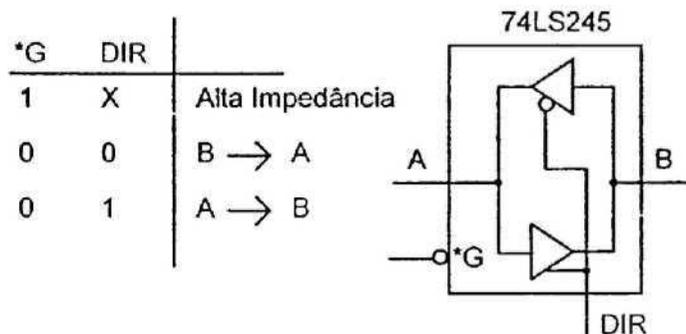
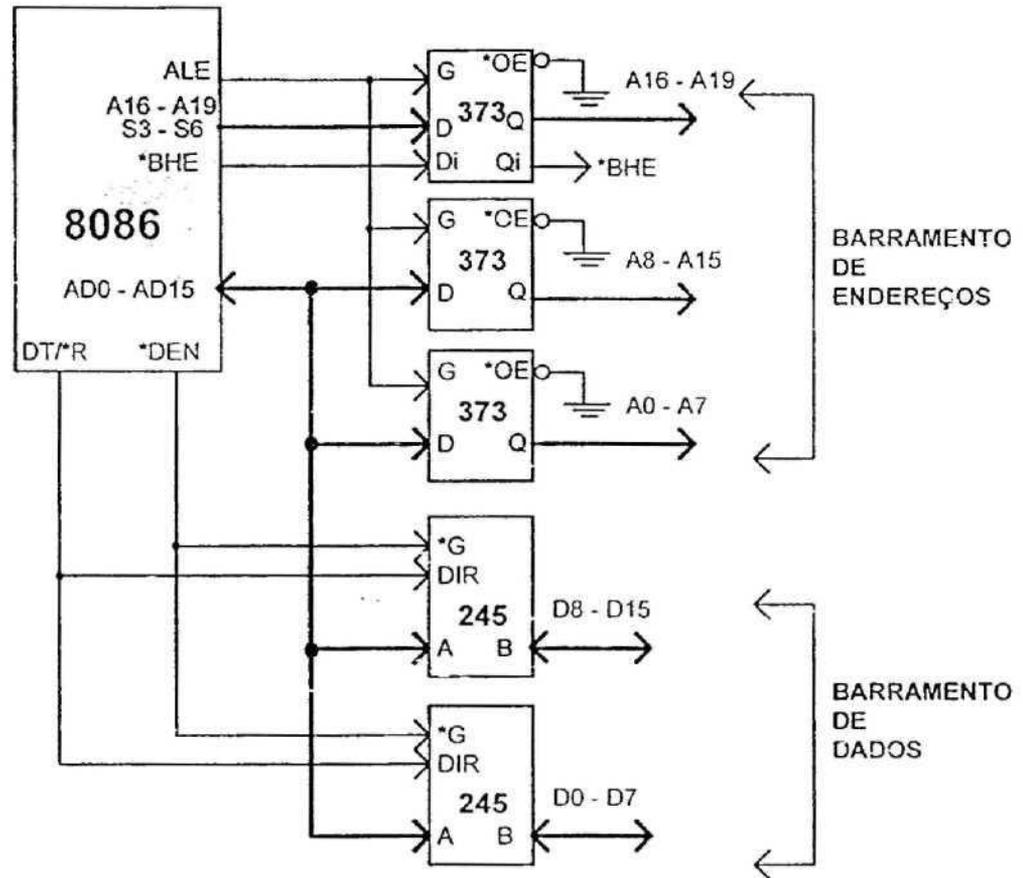

Figura 2.22. Transceiver 74LS245.
Figura 2.23. Barramento de dados "amplificado".
- barramento de dados com *buffers* ou *transceivers* (vide figura 2.23).
É muito comum o uso do transceiver 74LS245 para realizar essa função. A figura 2.22 apresenta um diagrama resumido deste CI, enquanto que a figura 2.23 ilustra o caso do barramento de dados "amplificado".